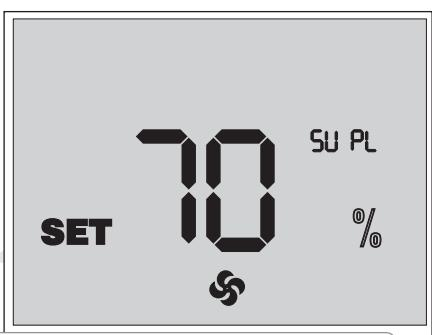

Рис. 13. Настройка скорости вентиляторов
- Для изменения производительности приточного вентилятора нажмите и удерживайте кнопку  и нажмайтe кнопку  для увеличения или кнопку  для уменьшения скорости. Каждое нажатие кнопки  и  увеличивает или уменьшает скорость приточного вентилятора на 1 %. При нажатой кнопке  индикаторы дисплея отображают текущую скорость приточного вентилятора (рис. 13).